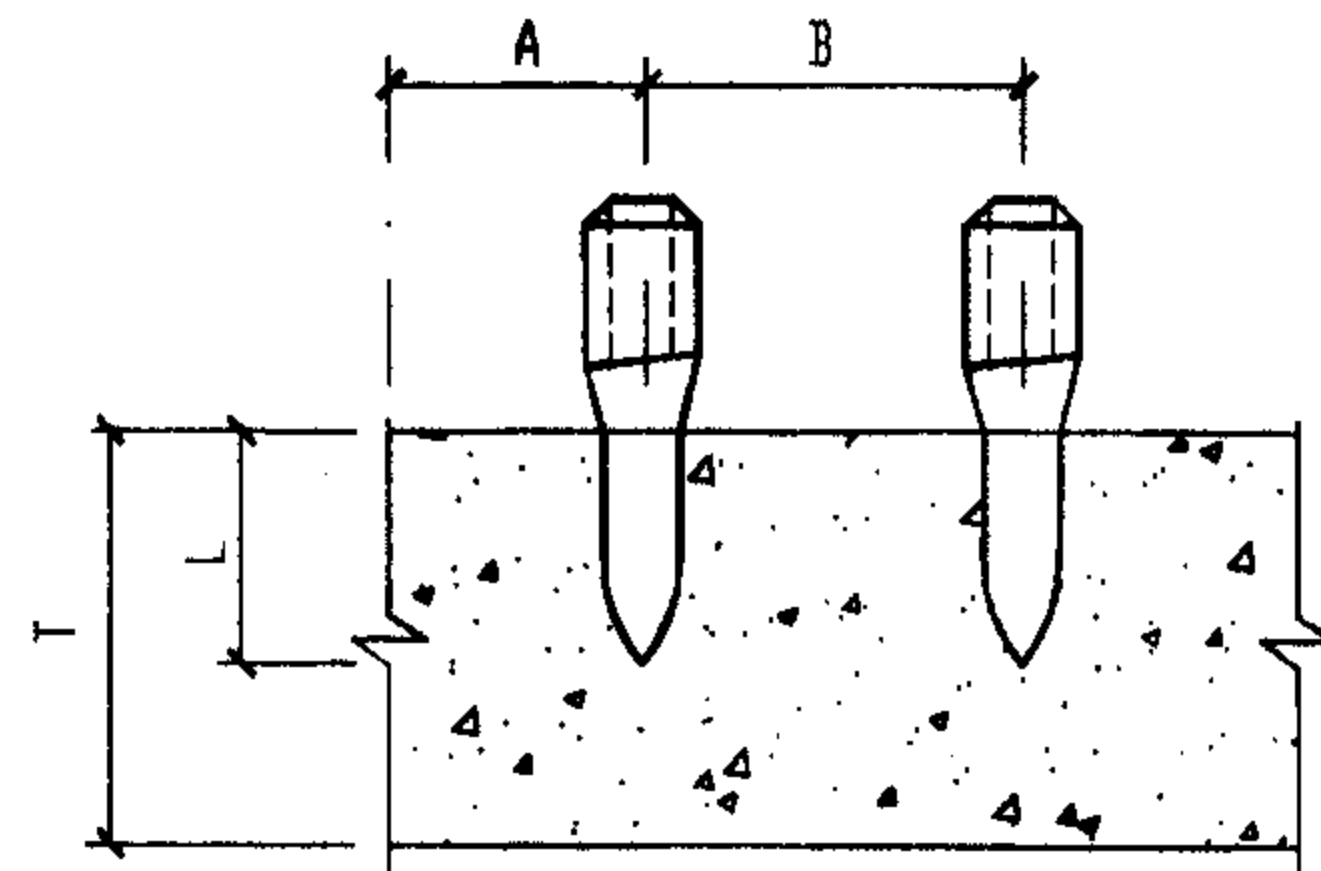

图2
1.1.2.1 基体的厚度 $T \geq 2L$ (见图2),薄壁构件宜用短的射钉。